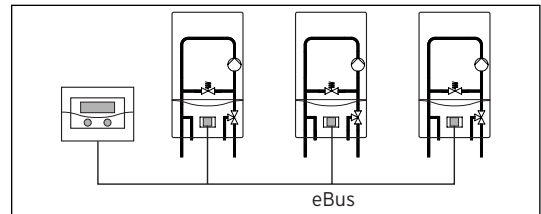

Fig. 4.1 Conectarea modului de cuplare
- Legați modul de cuplare la aparatul regulator auroMATIC, 620 resp. calorMATIC 630 prin intermediul fișei de conectare a busului, pentru a face posibilă comunicația în sistem (fig. 4.1).